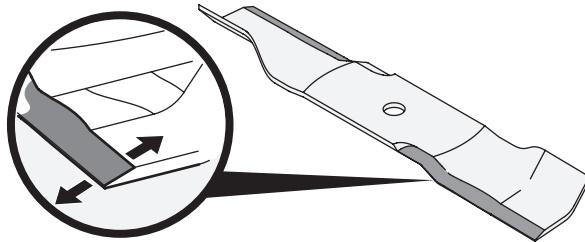

Figura 43
- Para afilar las cuchillas de corte de forma adecuada, extraiga cantidades iguales de metal de ambos extremos de las cuchillas a lo largo de los bordes cortantes, de forma paralela al borde de caída, a un ángulo de 25° a 30°. Afile siempre cada borde de las cuchillas de corte de forma pareja para mantener un centrado adecuado entre las mismas. Consulte la Figura 43.